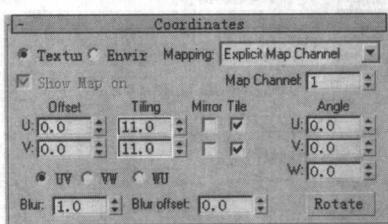

图 1-4 Coordinates 卷展栏
**5** 在 Coordinates(坐标)卷展栏中设置参数如图 1-4 所示。